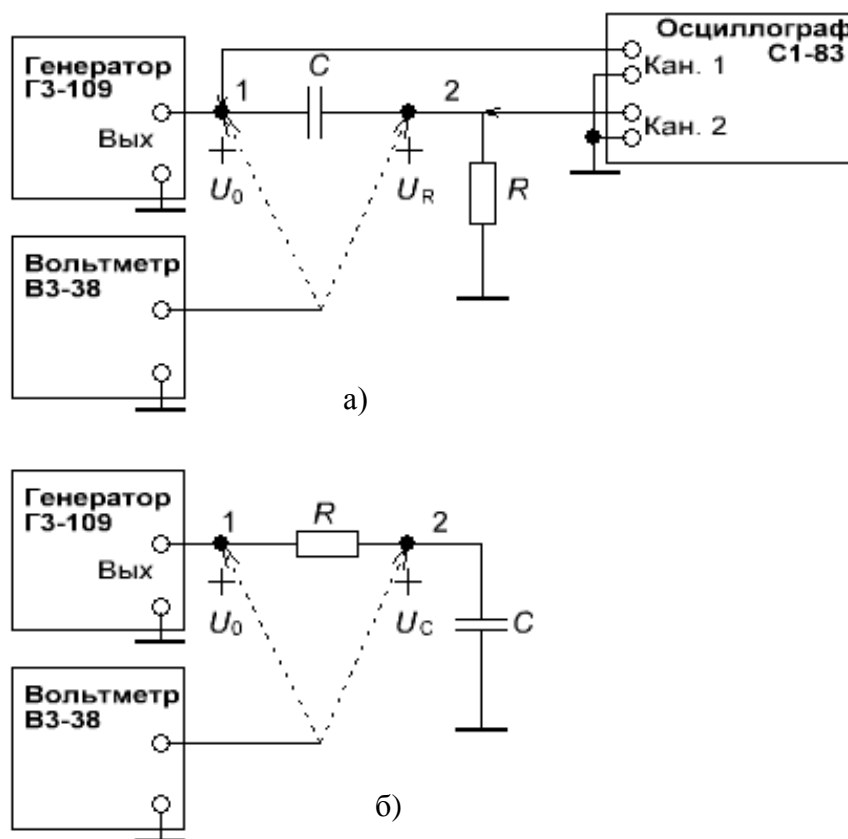

Рис. 3.2
1.4. Познакомьтесь со схемами эксперимента, представленными на рис. 3.2.
2.1. Соберите цепь, схема которой представлена на рис. 3.2,а.
2.10. Соберите цепь, схема которой приведена на рис. 3.2,б, установите на входе цепи (в точке 1) напряжение 1 В и измерьте напряжение U_C (в точке 2) для рассчитанной емкости C и для $C_1 = 0,1C$. Результаты измерений занесите в графу «Эксперимент» табл. 3.2.